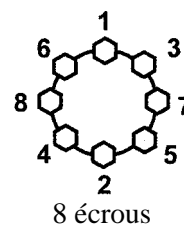

Figure 5
**c-** En suivant la séquence de serrage de la figure 5, serrer les écrous de roues selon le couple de serrage de l'étape 1. En suivant une deuxième fois la séquence de serrage, serrer les écrous de roue selon le couple de serrage de l'étape 2. En suivant une troisième fois la séquence de serrage, serrer les écrous de roue selon le couple de serrage de l'étape 3.